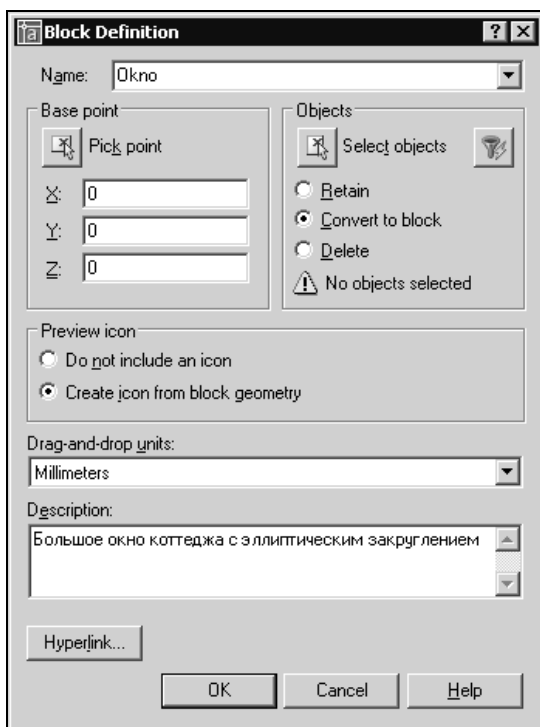

Рис. 17.1. Диалоговое окно для создания описания блока
1. Откройте выпадающее меню **Draw** (Рисование) и выберите из него **Block** (Блок), а затем из дополнительного меню пункт **Make** (Создать), или щелкните мышью на кнопке **Make Block** (Создать блок) панели инструментов **Draw** (Рисование). Появится диалоговое окно **Block Definition** (Описание блока) (рис. 17.1).
или щелкните мышью на кнопке **Make Block** (Создать блок) панели инструментов **Draw** (Рисование). Появится диалоговое окно **Block Definition** (Описание блока) (см. рис. 17.1).